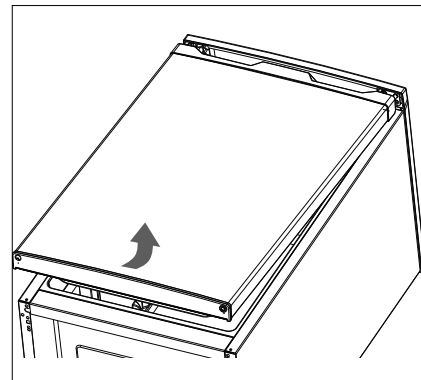

Fig. 4
- ▶ Soulevez légèrement le bas de la porte du congélateur (4) et sortez-la du tenon de charnière supérieure (fig. 4).
- ▶ Déposez la porte du congélateur (4) et posez-la sur le côté de telle manière qu'elle ne puisse pas tomber, sur un support souple pour éviter les rayures.